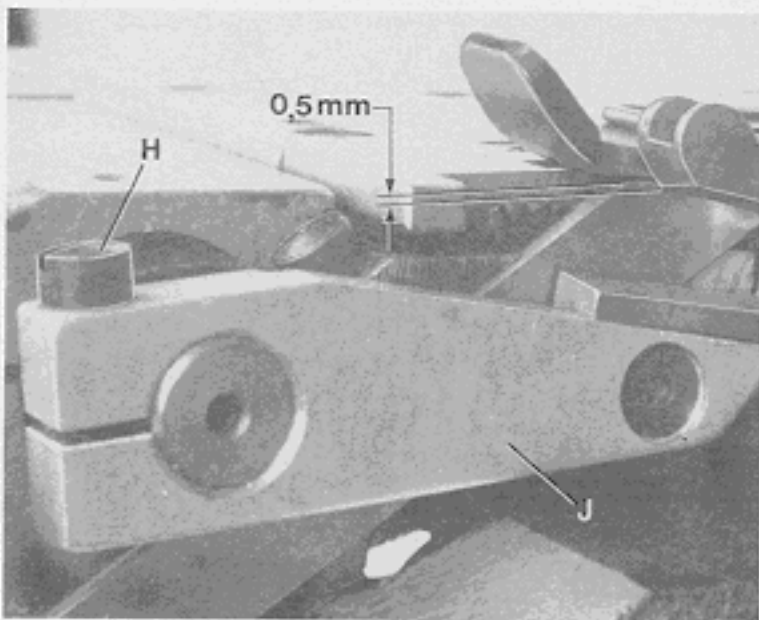

Fig.53
Loosen screw (H, Fig. 53) and swing upper knife lever (J) up or down until the cutting edge of upper knife overlaps the cutting edge of lower knife by 0,5 mm (.020 in.) (see Fig. 53). Retighten screw (H). Check by rotating pulley if the upper knife moves freely.
Lösen Sie die Schraube (H, Fig. 53) und schwenken Sie den Obermesserträger (J) nach oben oder unten bis sich die Schneiden von Ober- und Untermesser etwa 0,5 mm überlappen (siehe Fig. 53). Ziehen Sie die Schraube (H) wieder an. Prüfen Sie durch Drehen am Handrad ob das Obermesser freigeht.